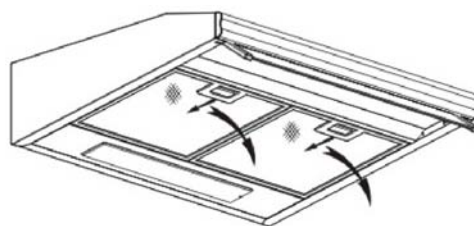

Fig. 7
- Retire os filtros segundo as instruções na Fig. 7.